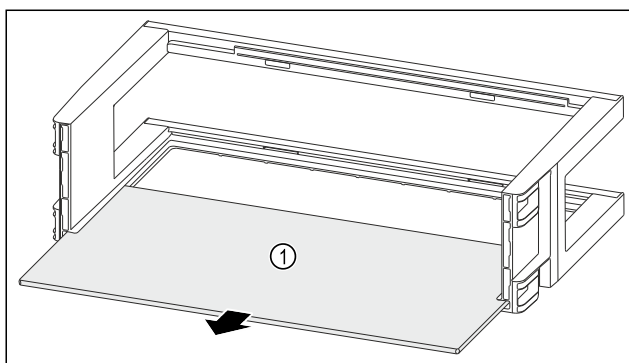

Fig. 109
- Retirer la tablette de rangement Fig. 109 (1).